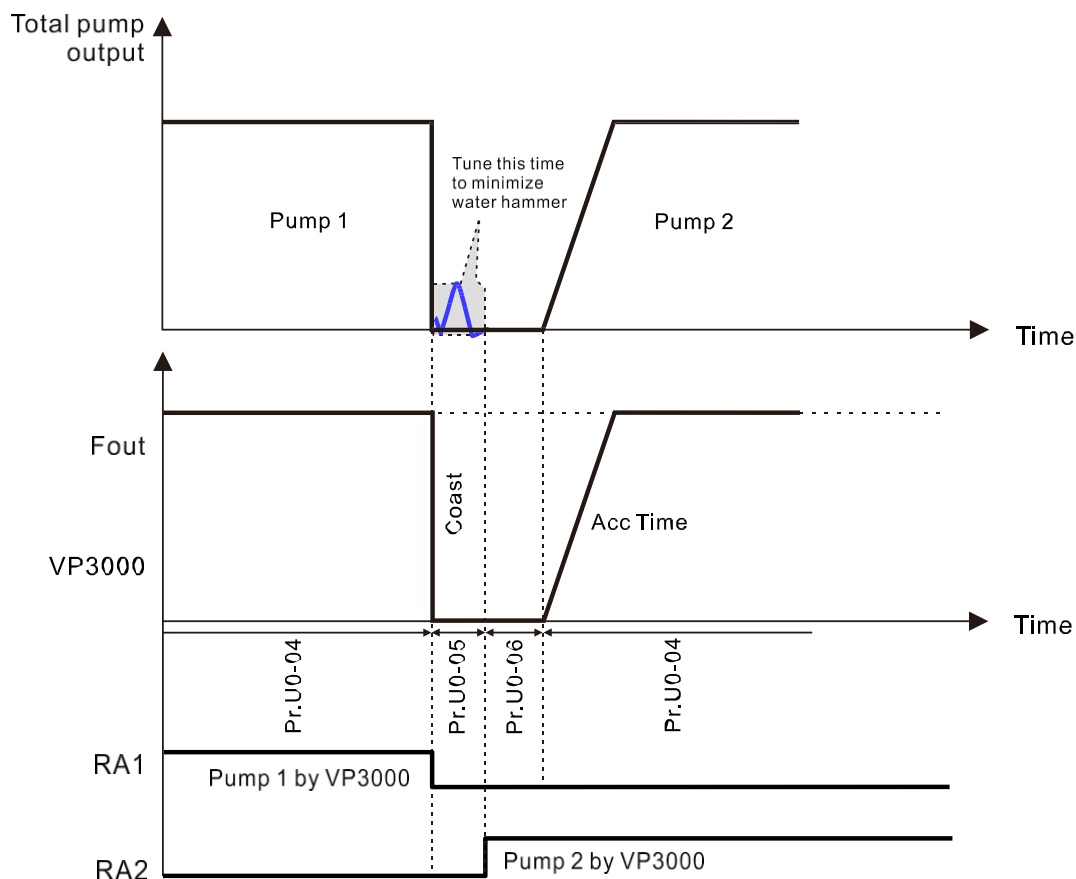

Рисунок 6. Послідовність затримки виходу циркуляції часу
- Циркуляція часу включає в себе параметр U0-05 (Затримка перемикання циркуляції) та параметр U0-06 (Затримка виходу циркуляції) для перемикання між насосами (див. рисунок 6).